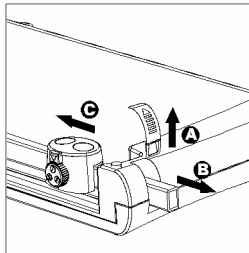

Bild 8
- 1 Entfernen Sie die Endkappe der Führungsschiene aus der Grundplatte (Bild 8, A), ziehen Sie diese nach oben ab.
- 2 Ziehen Sie die Führungsschiene aus der Grundplatte heraus (Bild 8, B).
- 3 Nehmen Sie dabei den Schneidekopf von der Führungsschiene ab (Bild 8, C).